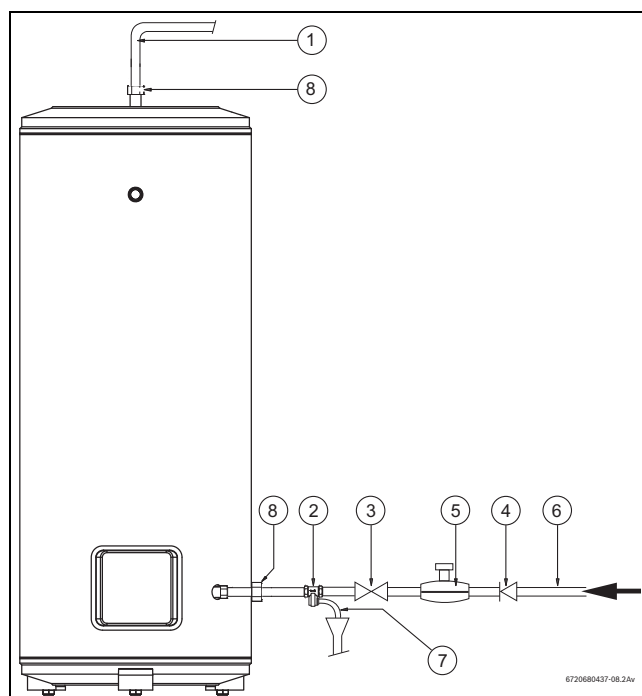

Fig. 7 Conexión del agua
- ▶ Instalar a valvula de seguridad en la entrada de agua del termoacumulador (véase Fig. 7).
Si la presión de la red supera los 4,8 bar, es obligatorio instalar una válvula reductora como la que se muestra en Fig. 7.
Con el objeto de evitar problemas derivados de las modificaciones bruscas de presión en la alimentación, se aconseja montar una válvula de retención en la cabecera del termoacumulador, véase Fig. 7.
- ▶ Cierre la válvula de corte del agua (véase Fig. 7).